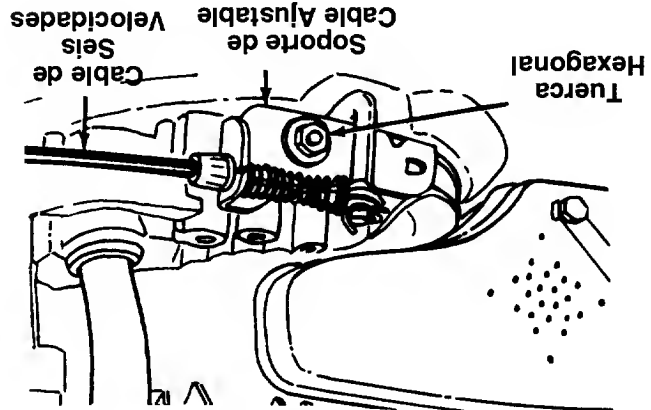

FIGURA 14.
- Suelte la tuerca que fija el soporte del cable ajustable que se encuentra en el lado izquierdo del motor. Vea la figura 14.
- Coloque la palanca de cambio en la posición de alta velocidad (6).